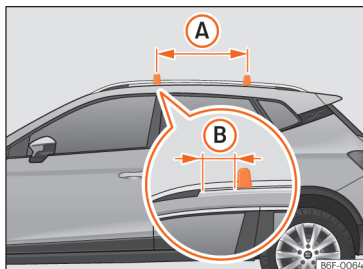

Fig. 148 Pontos de fixação das barras transversais para o porta-bagagens no tejadilho.
As barras transversais montam-se nas barras laterais do tejadilho. A distância entre barras transversais >>> **Fig. 148** (A) deverá ser 75 cm e a distância das barras transversais aos suportes das barras laterais do tejadilho (B) deverá ser de 5 cm.